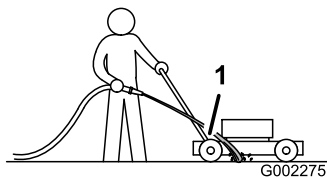

Figura 34
3. Sujete la manguera a la altura del manillar y dirija el agua para que fluya sobre el suelo justo por delante de la rueda trasera **derecha** (Figura 34).